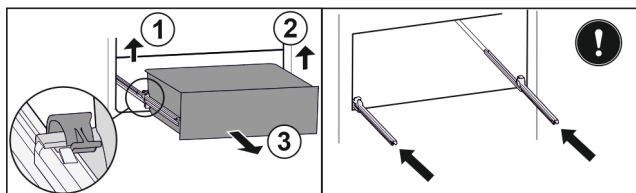

Fig. 149
- ▶ Løft venstre klemme og trekk samtidig skuffen fremover til venstre. Fig. 149 (1)
- ▶ Løft høyre klemme og trekk samtidig skuffen fremover til høyre. Fig. 149 (2)
- ▶ Ta ut skuffen framover. Fig. 149 (3)